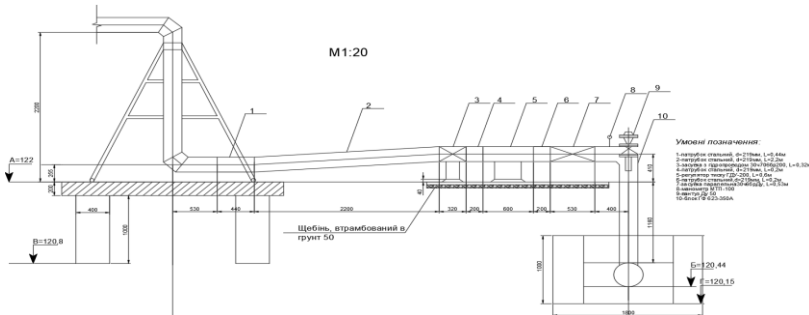

Рис. 23. Планова прив'язка гідранта
7. Викреслюємо гідрант в масштабі 1:20 (рис. 23).